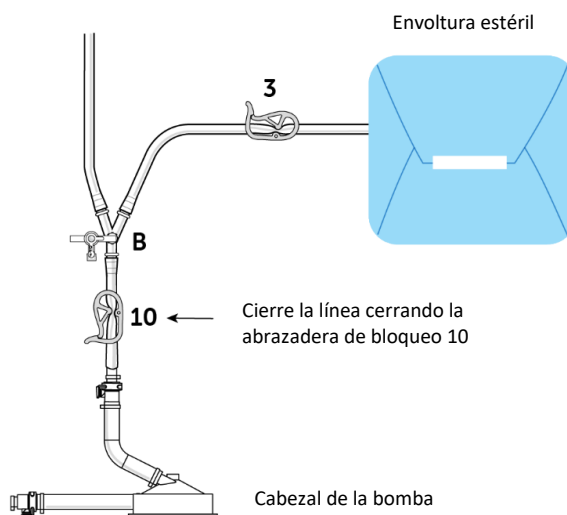

Figura 14
- (a) Cierre la abrazadera previa a la bomba (10), abra la abrazadera de la línea de catéter de globo doble (3), abra la línea de solución salina (abrazadera 1 o 2) y la válvula de cierre «B», para permitir que la solución salina isotónica heparinizada cebe la línea solamente hasta la abrazadera 3; véase la figura 14. Una vez que la línea de la válvula de cierre esté cebada y la línea de catéter de globo doble esté cebada hasta la abrazadera 3, cierre la abrazadera 3 y la válvula de cierre.